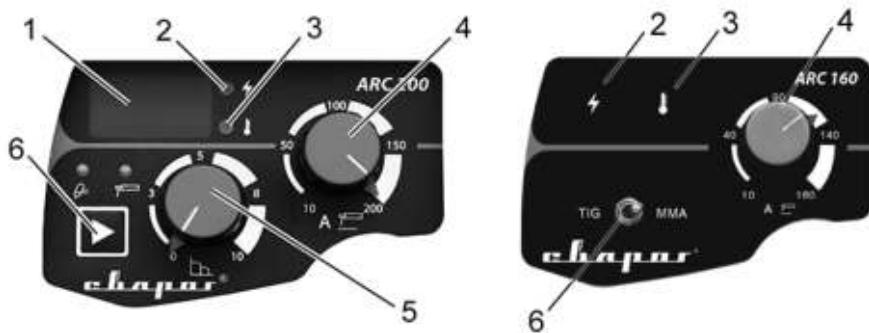

Рис. 7.1. Панель.
- Включите режим MMA на передней панели сварочного аппарата (п. 6, рис. 7.1).
6. Выберите режим TIG св рки (п. 6, рис. 7.1).